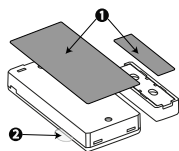

Figura 2: Instalação rápida
1. Remova as películas das duas fitas dupla face e cole-as na parte de trás do dispositivo e no ímã. Veja a Figura 2.